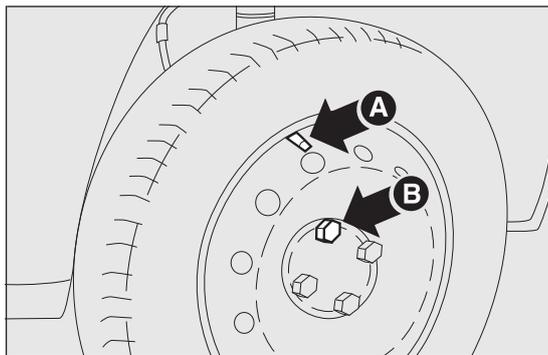

fig. 132
- per i veicoli con cerchi in acciaio, montare la ruota di uso normale avvitando la prima colonnetta B fig. 132 per 2 filetti nel foro più vicino alla valvola di gonfiaggio A;